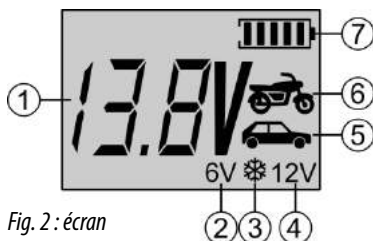

Fig. 2 : écran
Le symbole de batterie (7) (Fig. 2 : écran)) affiché sur l'écran indique l'état de charge actuel de cette dernière.